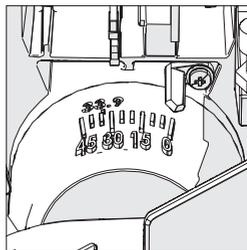

Fig. 23
- Incline a cabeça da serra até ao ângulo desejado. A ferramenta inclui um transferidor para ajudá-lo a selecionar o ângulo (Fig 23).